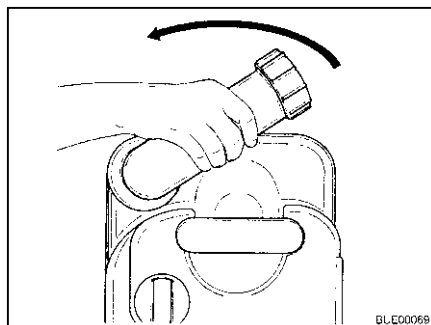

Bild 197 Vrid tömningsröret
- Vrid tömningsröret uppåt (Bild 197).